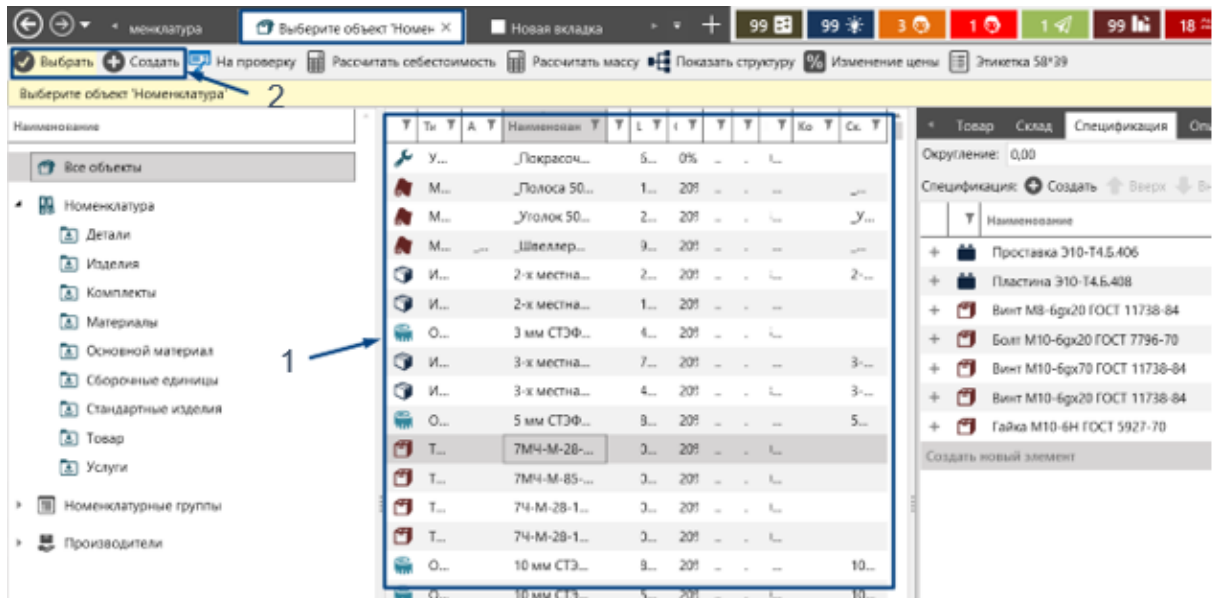

Рис. 37
- активировать  в правой части поля, откроется окно Компонента «Номенклатура» (Рис. 37), в котором можно выбрать объект Номенклатурной позиции из списка одним нажатием левой клавиши мышки (Рис. 37.1).